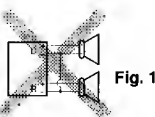
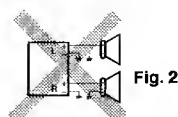

Fig. 1
Fig. 2
- If the speaker wiring in your car is as illustrated in Fig. 1 and Fig. 2 below, DO NOT connect the unit using that original speaker wiring. If you do, the unit will be seriously damaged.
- Si el conexionado de altavoz de su automóvil es como se indica en las Figs. 1 y 2 de abajo, NO conecte la unidad utilizando ese conexionado de altavoz original. Si lo hace, se producirán daños graves en la unidad.
- Si le câblage des enceintes de votre voiture est réalisé comme montré sur la Fig. 1 ou Fig. 2 ci-dessous, NE CONNECTEZ PAS l'appareil en utilisant ce câblage original d'enceintes. Si vous le faites, l'appareil sera sérieusement endommagé.